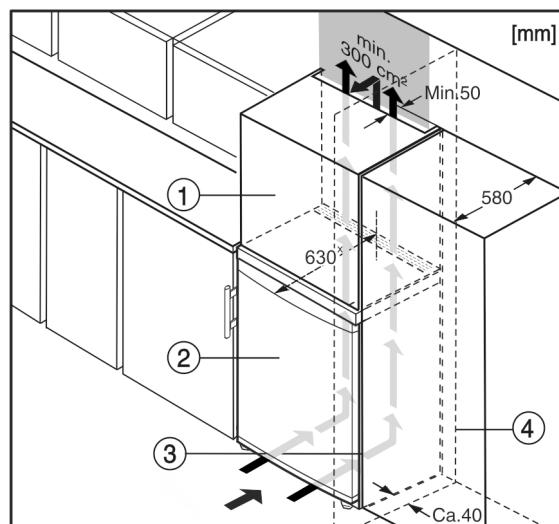

Fig. 10
(1) Nadstavná skrinka*
(2) Zariadenie*
(3) Kuchynská skriňa*
(4) Stena*
Zariadenie môže byť zabudované medzi kuchynskými skriňami. Aby sa zariadenie Fig. 10 (2) prispôsobilo výške kuchynskej linky, môže sa nad zariadením umiestniť nadstavná skrinka Fig. 10 (1).
Pri vstavaní s kuchynskými skriňami (hlbka max. 580 mm) je možné zariadenie inštalovať priamo vedľa kuchynskej skrine Fig. 10 (3). Zariadenie vyčnieva nabok 34 mm × a v strede zariadenia 50 mm × oproti prednej časti kuchynskej skrine.*
Ak je zariadenie umiestnené so zavesením vedľa steny Fig. 10 (4), musí vzdialenosť medzi zariadením a stenou činiť minimálne 40 mm. To zodpovedá presahu držadla pri otvorených dverách.*